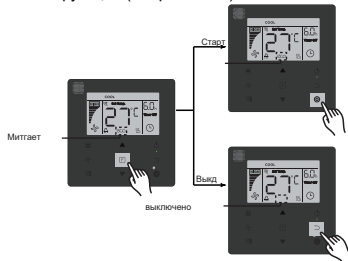

рис. 14.24
- ВКЛ/ВЫКЛ функции «ЭКО»: нажмите кнопку [E], чтобы переключиться на функцию «ЭКО» («ECO» мигает), и нажмите кнопку [🔊], чтобы включить функцию, или кнопку [🔊], чтобы выключить функцию (см. рис. 14.24).